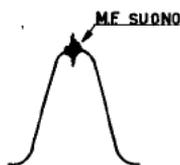

Fig. 9a
3) - Applicare il segnale del vobulatore alla griglia che precede il limitatore e regolare il trasformatore del circuito di griglia dello stesso sino ad ottenere una curva come in fig. 9a.